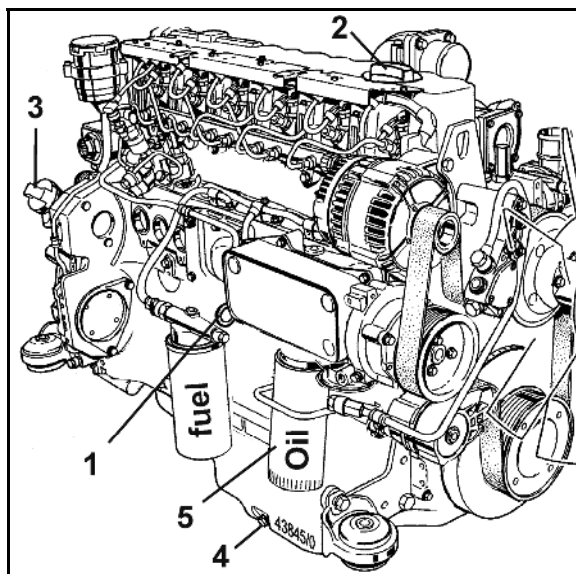

Fig. 143
2. Retirer la jauge à huile (Fig. 143/1) et la nettoyer avec un chiffon propre.
4. Ajuster le niveau en versant une huile recommandée dans l'ouverture (Fig. 143/2,3) si nécessaire.
5. Dévisser la vis de vidange d'huile (Fig. 143/4).